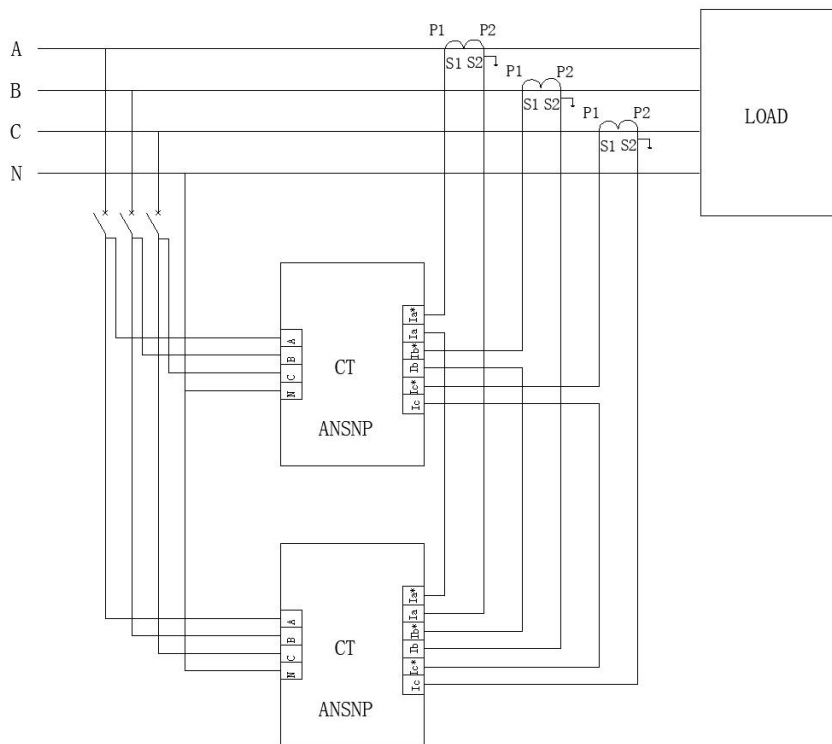

图 4-2 电流互感器安装位置及多 ANSNP 并联电流互感器接线示意图
- ① 主回路接线应保证电网相序与中线安防保护器相序一致，否则中线安防保护器可能不能正常工作。
- ② 每只互感器的 S1、S2 必须与相应标号的端子对应，严禁二次侧开路。如违反本条可能会引起互感器烧毁。
- ③ 大于等于 3 台以上 ANSNP 模块并机时，A、B、C、N 接线和互感器接线参考图 4-2 中 2 台并机串联方法。
- ④ 单台 ANSNP 模块 A、B、C 相线最大输出电流接近 70A，同一配电箱下使用单台模块时，模块进线断路器可使用 160A/3P，2 台模块并机时可共用一个 250A/3P 断路器，3 台及以上模块并机共用一个断路器时根据电流大小合理增大断路器容量。